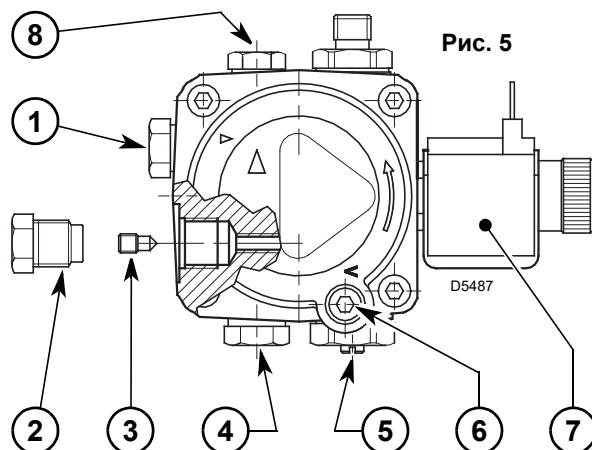
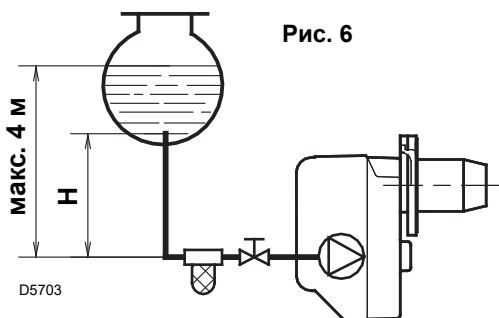

Рис. 5
Рис. 6
Для работы в режиме одноходовой системы необходимо открутить колпачок обратного контура (2), снять перепускной винт (3) и затем закрутить колпачок (2), (см. рис. 5).
В системе на рис. 6 достаточно ослабить штуцер вакуумного манометра (5, рис. 5) и дождаться выхода топлива.
Насос устанавливается на заводе на 12 бар. Для выполнения изменений поверните винт (4, рис. 5, стр. 4).